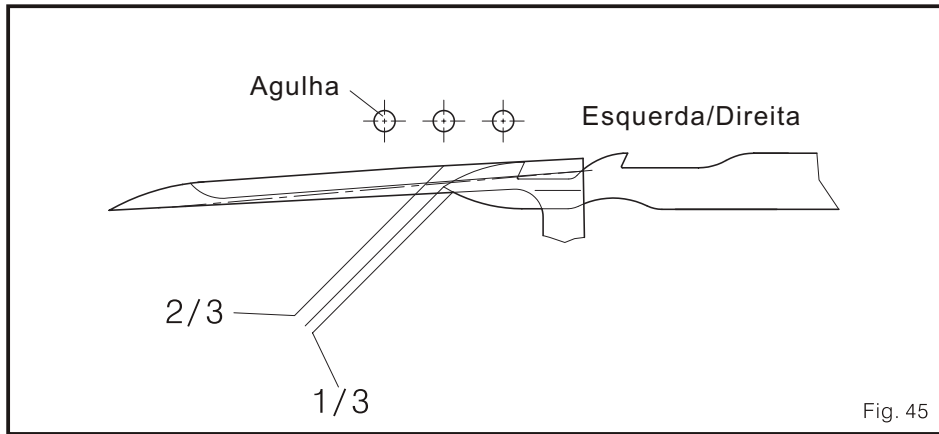

Fig. 45
- (1) Quando a agulha esteja no ponto mas alto. E também o looper fique no ponto morto esquerdo, a posição frontal/posterior da faca de inferior é aproximadamente 1/3 da grossura do looper (Fig.45)